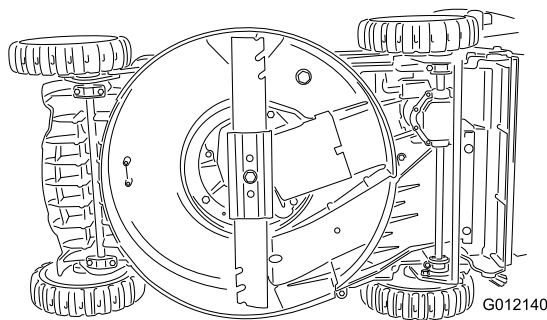

Figure 23
2. Basculez la machine sur le côté (Figure 23), avec la jauge en bas.